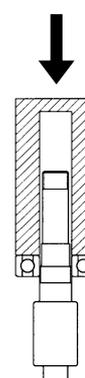

図 5
- (1) 出口側ベアリング⑲を、シャフト⑧の段付部まで完全に圧入する。(図 5)
- (2) ベアリングワッシャ㉑、ベアリングナット⑳を取り付ける。
- (3) 出口側ベアリング⑲を出口側ベアリングボックス⑮に挿入する。
- (4) ベアリング押さえ㉒を仮取り付けする。